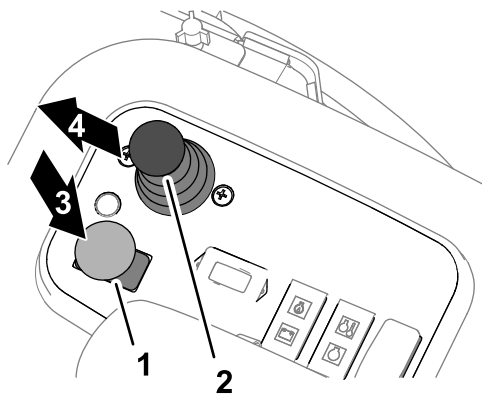

図 35
3. カッティングユニットの駆動スイッチを切位置にする **図 35**。
5. 刈り込み・移動走行切り換えスライドでカuttingユニットを降下させる 図 35。